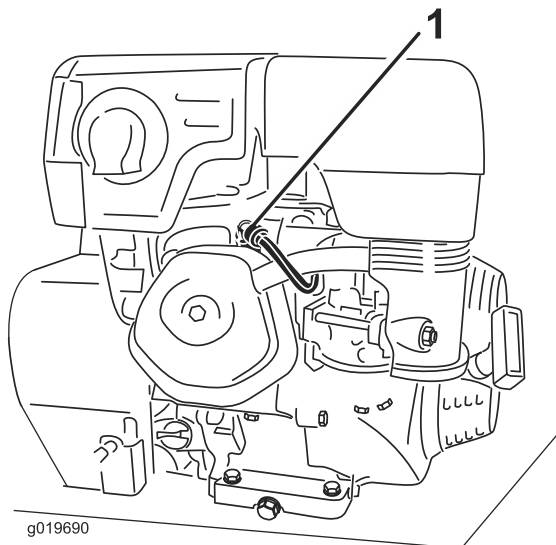

Figura 17
- El manillar se desplaza automáticamente hacia adelante y la máquina empezará a desplazarse hacia adelante (Figura 17).
- Tire del manillar hacia atrás para desplazar la máquina hacia atrás (Figura 17).